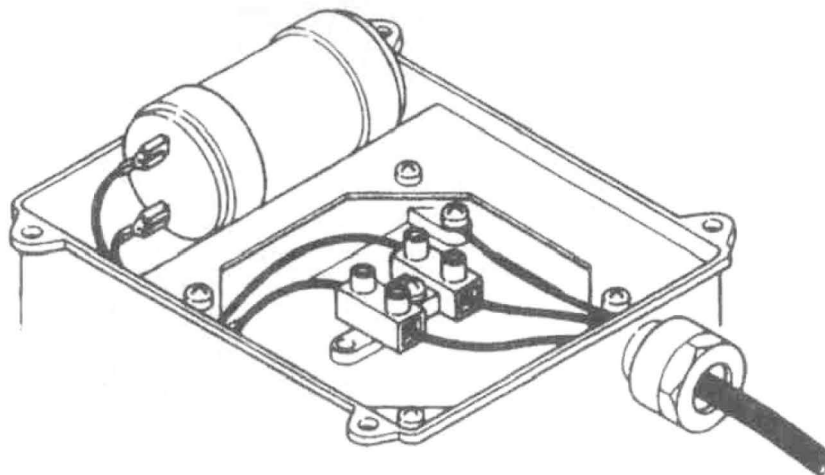

рис. 2
- заземленный провод должен иметь соединение со всеми металлическими частями оборудования, по которым не проходит ток, но которые открыты и случайно могут оказаться под напряжением (рис. 2 и 5, стр. 8 и 10).